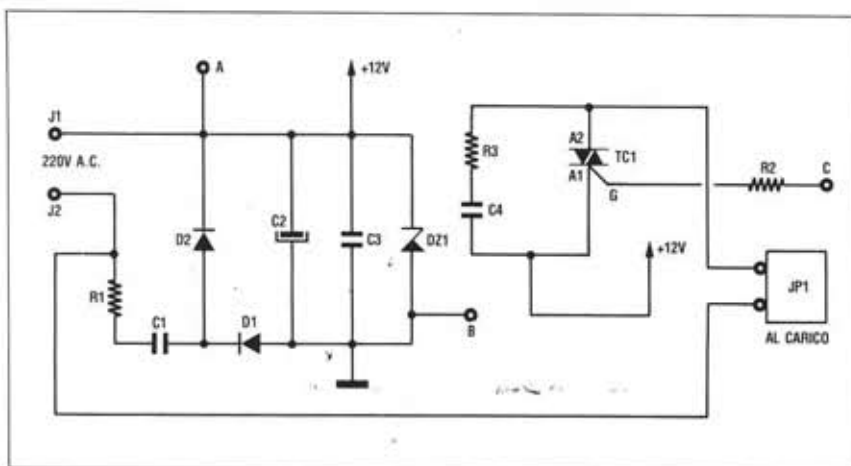

Fig. 1 - Circuito elettrico dell'alimentatore MK 1620A.
Per una migliore comprensione abbiamo suddiviso lo schema del ricevitore in due parti, come poi risulterà anche dalla realizzazione pratica, in fig. 1 è illustrato lo schema dell'alimentatore e del triac per il pilotaggio del carico (schema e basetta MK 1620A), in fig. 2 è illustrato lo schema del ricevitore a raggi infrarossi e della parte di comando del triac (schema a basetta MK 1620/RX).
cuito della fig. 1 relativo all'alimentatore, come si può vedere esso non utilizza il trasformatore ma è del tipo a caduta reattiva attenuata dal condensatore C1, la tensione viene quindi raddrizzata dai diodi D1 e D2 (raddrizzatore a doppia semionda), abbassata e stabilizzata al valore di 12V dal diodo zener DZ1.
1) sarà quindi del tipo alto o basso e viene applicato al primo flip-flop in configurazione antirimbollo contenuto dentro il circuito integrato U3, l'uscita pin 13 viene applicata al secondo flip-flop U3A la cui uscita punto C aziona attraverso la resistenza R2 il gate del triac TC1 (v. fig. 1).